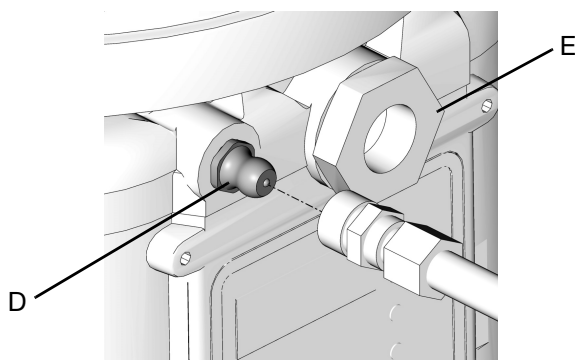

FIG. 13
1. Brancher le flexible de remplissage au raccord Zerk d'entrée (D) (FIG. 13).